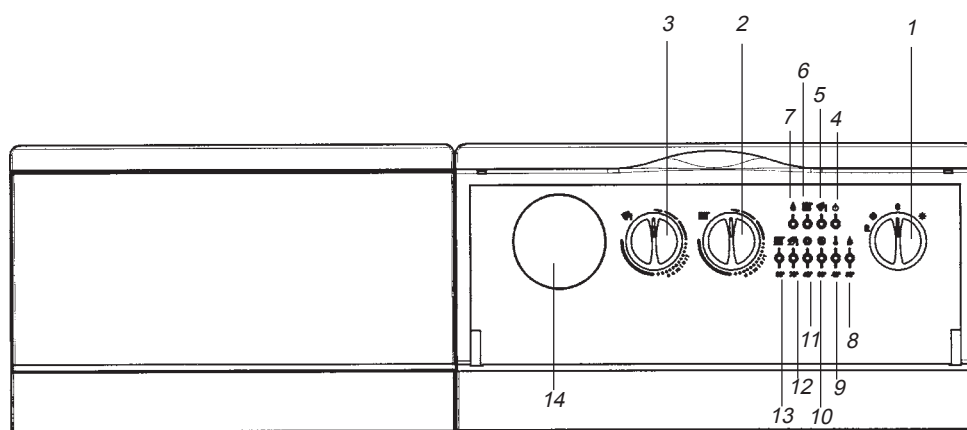

Figure 1: Tableau de commande chaudière
- Tourner le bouton du sélecteur (Réf. 1 Figure 1) mettant la chaudière en position Été ou Hiver selon le fonctionnement désiré. Contrôler que le signal présence tension (Réf. 4 Figure 1) soit allumé et que le signal faute de gaz soit éteint (Réf. 8 Figure 1). Si celui-ci est allumé, tourner le bouton du sélecteur (1) momentanément sur le symbole  de façon à en provoquer l'extinction.
- Mettre le sélecteur été/hiver (Réf. 1 Figure 1) en position "Été".
- Mettre l'index du bouton de réglage (Réf. 3 Figure 1) à la valeur souhaitée pour l'eau chaude sanitaire.
Attention: pendant le premier allumage, avant l'évacuation de l'air contenu dans le tuyau à gaz, il est possible que le brûleur ne s'allume pas et que la chaudière se bloque (signal rouge allumé clignotante Réf. 8 Figure 1).